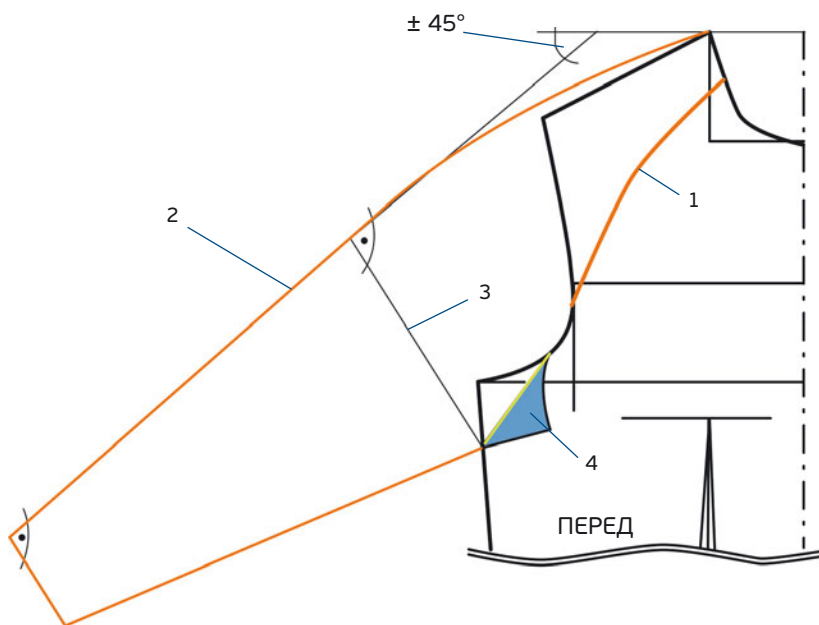

РИС. 1
3. Перенесите половину желаемой ширины рукава на линию, перпендикулярную внешней линии рукава, которая соединяется с боковой линией. Затем соедините прямой линией с подмышечной впадиной (рис. 1, зеленым цветом).
4. Перечертите в «зеркальном отражении» полученный маленький треугольник (рис. 1, синим цветом). Разделите с помощью кальки на выкройке переднюю половину до пояса от рукава.